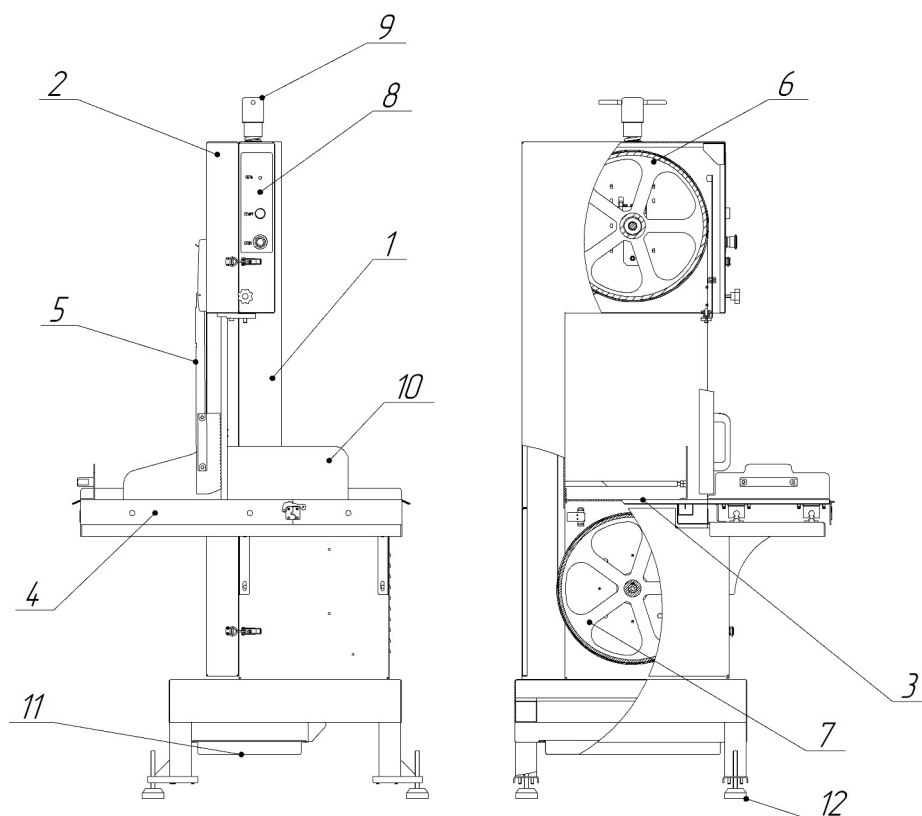

Рис. 2
- Сварного корпуса (рис.2 поз.1), на котором размещены все компоненты пилы. Внутри корпуса установлен электродвигатель. Электродвигатель оснащён тормозным устройством, что обеспечивает остановку пильного полотна не более чем за 4 секунды. На валу электродвигателя установлен приводной шкив (рис.2 поз.7). В верхней части корпуса установлен натяжной шкив (рис.2 поз.6). Натяжной шкив имеет регулировку в двух направлениях. Для натяжения полотна шкив имеет возможность перемещения вверх-низ при помощи рукоятки расположенной в верхней части машины (рис.2 поз.9).
- Рабочего стола не подвижного (рис.2 поз.3) и подвижного (рис.2 поз.4). На неподвижном столе присутствует упор (рис.2 поз.10) для выставления толщины резания.
- Толкателя (рис.2 поз.5). Служит для разрезания последней порции продукта.
- Защитных крышек верхней и нижней (рис.2 поз.2), которые закрывают шкивы и пильное полотно. Крышки оснащены выключателем, который предотвращает запуск машины если крышки не закрыты должным образом.
- Органов управления (рис.2 поз.8).
- Лотком для сбора опилок (рис.2 поз.11).
- Регулируемых опор (рис.2 поз.12).
Для демонтажа пильного полотна необходимо выкрутить рукоятку (Рис.2 Поз.9) против часовой стрелки. Далее снять полотно с верхнего и нижнего шкивов.
2. Отрегулируйте упор (Рис.2 поз.10) под желаемую толщину нарезаемого отруба, открутив фиксирующие винты.
3. Включите машину нажав зелёную кнопку «ПУСК» на панели управления (Рис.2 поз.8). Дать машине набрать полную скорость.
5. Для разрезания последней порции, использовать толкатель (Рис.2 Поз.10)